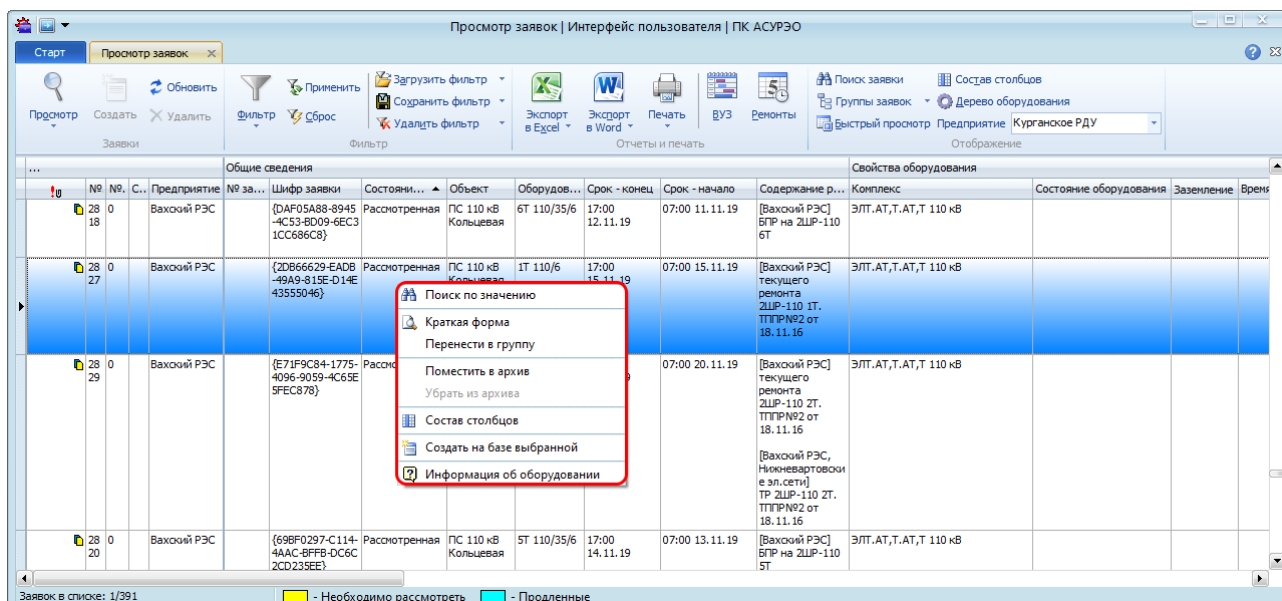

Рисунок 9.8 – Вызов настройки состава столбцов через контекстное меню
- Вызвать контекстное меню, нажав правой кнопкой мыши на списке заявок, и выбрать пункт «Состав столбцов» (Рисунок 9.8).